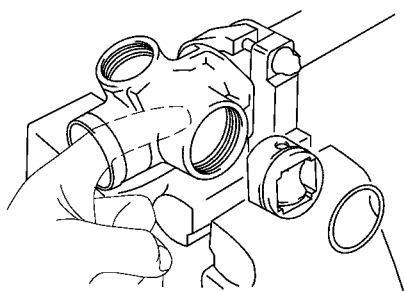

图 16-27 拆下齿条导套
(12) 拆下齿条导套。拆下齿条导套，并从导套上拆下 O 形密封圈，如图 16-27 所示。